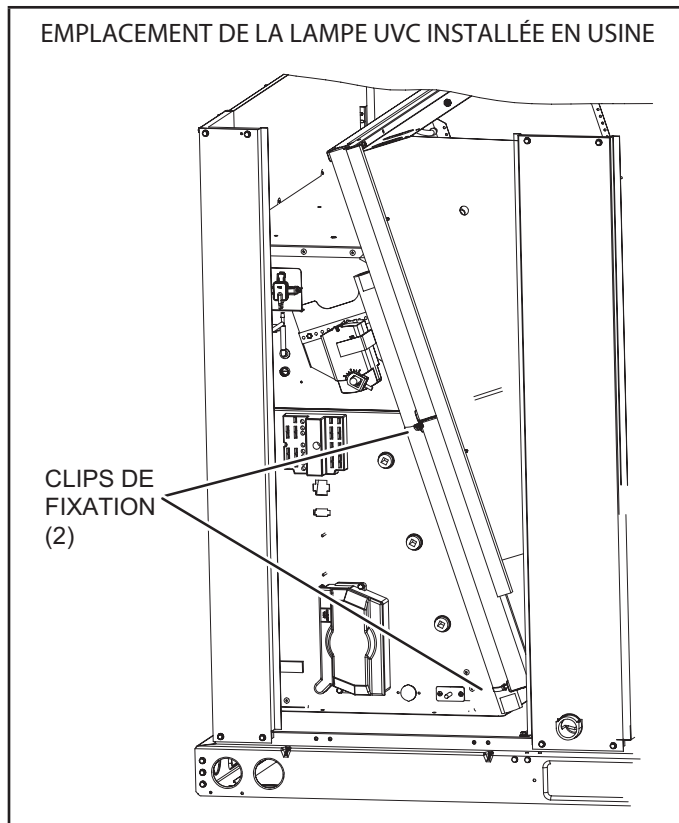

FIGURE 40
- 1 - Couper les serre-fils et retirer la lampe UVC attachée au porte-filtre. Voir FIGURE 40.